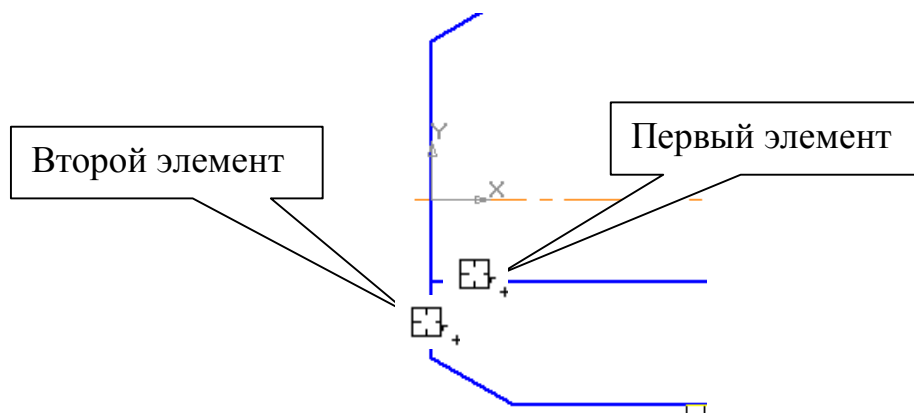

Рис. 75
- Для построения фаски с катетом 4 мм и углом 45° на панели **Геометрия** вызовите команду **Фаска** . Введите данные значения катета и угла. При выполнении фаски горизонтальный отрезок будет перестраиваться, а вертикальный не будет. Выберите, например, первым элементом горизонтальный отрезок, а вторым – вертикальный. В этом случае для второго элемента необходимо сделать активной кнопку **Не усекают второй элемент** . Укажите курсором вначале горизонтальный отрезок, а затем вертикальный, как показано на рис. 75.